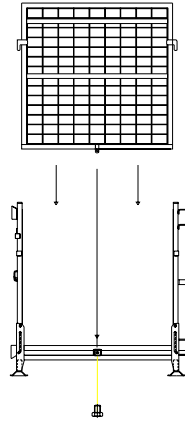

FIGURA 4
5.- ENCAJAR AMBOS LATERALES TAL Y COMO INDICA LA FIGURA 4.